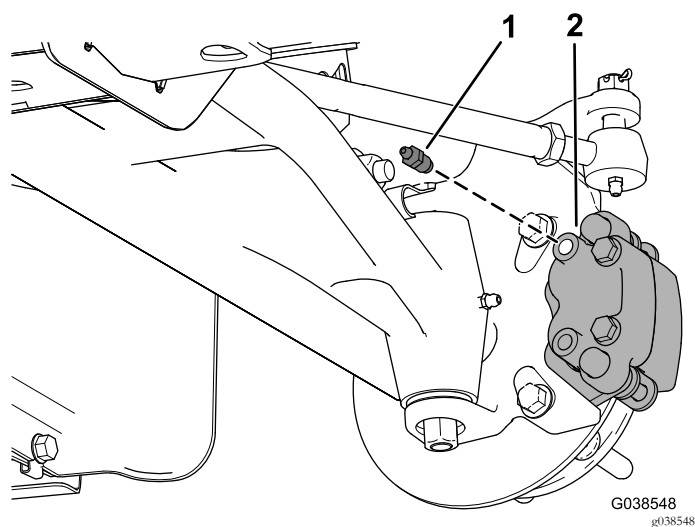

Рисунок 10
11. Установите продувочный винт в верхнее отверстие суппорта тормоза в сборе (Рисунок 10).